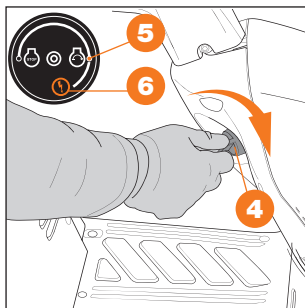

Рис. 25
6. Вставьте в замок зажигания **4** поверните его вправо в положение зажигания включено **5** (Рис. 25).